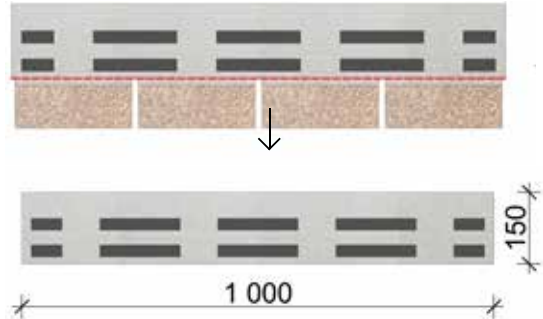

Рис. 7 Изготовление стартовой полосы.
8.4.6 Последующие ряды фасадной плитки необходимо монтировать с заходом на планку наличника. Ряд, заходящий на верхнюю планку наличника, следует монтировать на стартовую полосу, изготавливаемую из фасадной плитки путём отрезания лепестков (рис. 7).